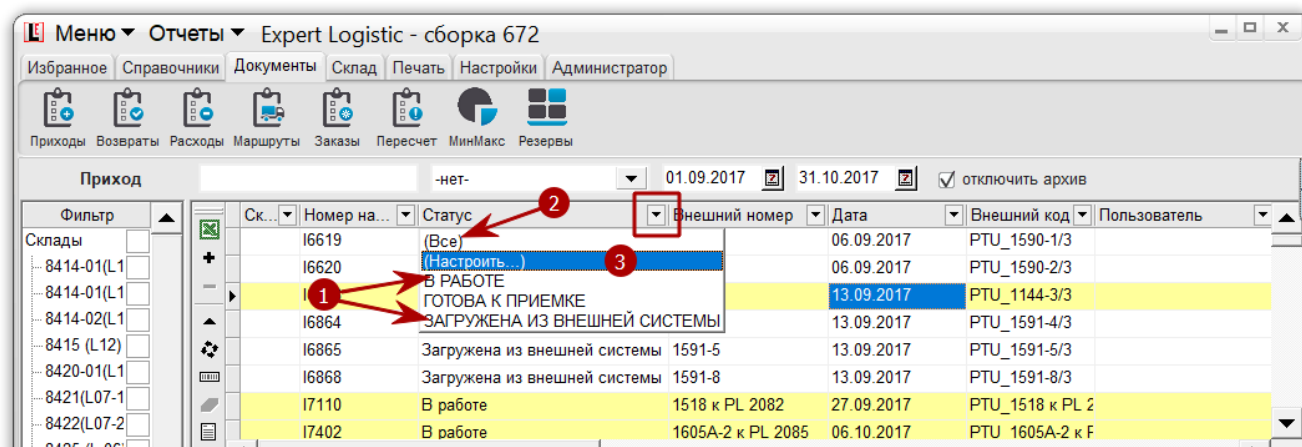
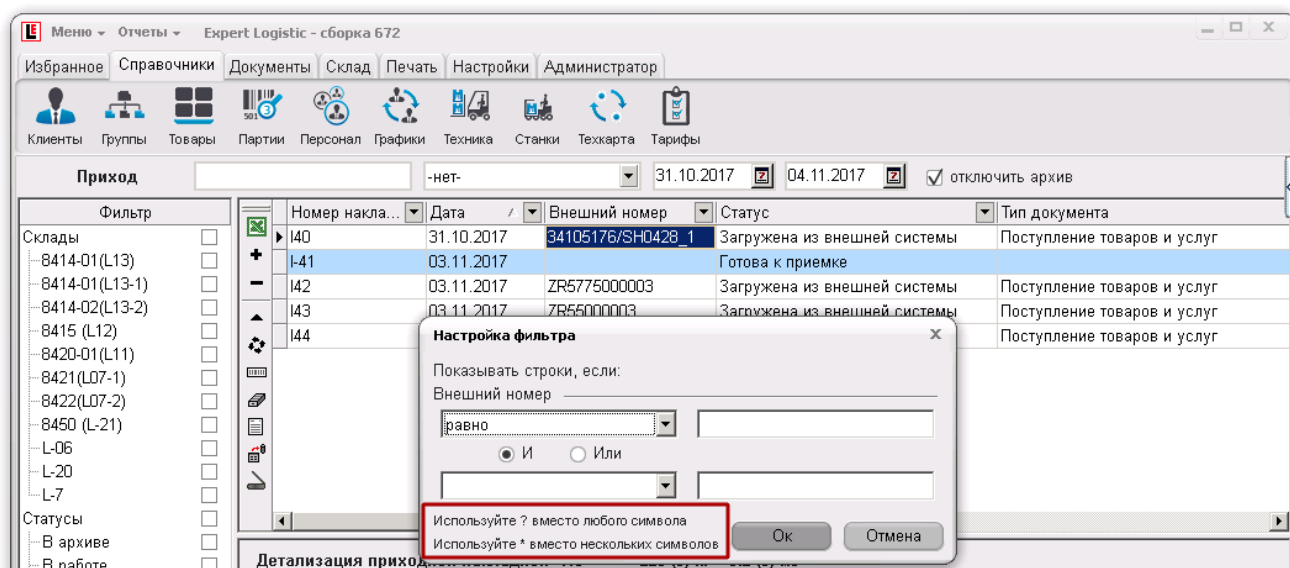

Рисунок 4.8.
Рисунок 4.9.
- 3) (Настроить) – настраиваемый фильтр, который позволяет наложить сложные условия для поиска нужных значений (рис. 4.9).
Для настройки сложного фильтра необходимо его открыть, нажав на «Настроить...» (рис. 4.8. маркер 3) и ввести одно или несколько условий в поля фильтра (рис. 4.9). При этом можно использовать символ «?» вместо одного любого символа или символ «*» вместо нескольких символов в искомом значении.
отдельных фильтров необходимо выбрать запись (Все...) в выпадающем списке фильтра (рис.4.8. маркер 2).